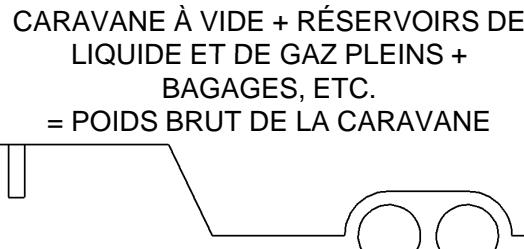

Fig. 2
- La capacité de charge du véhicule spécifiée par le fabricant doit être égale ou supérieure au poids brut de la caravane (poids à vide de la caravane plus sa charge utile). (Voir la Fig. 2)
Poids brut de la caravane (Fig. 2) : \_\_\_\_\_.